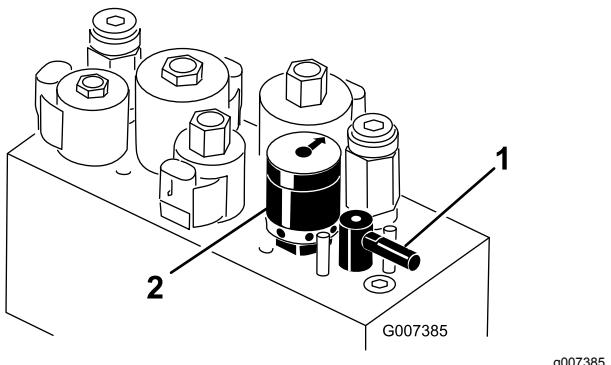

Figura 59
5. Girate la leva di lappatura in posizione "R" (Figura 59).
6. Girate il comando di velocità dei cilindri in posizione 1 Figura 59.